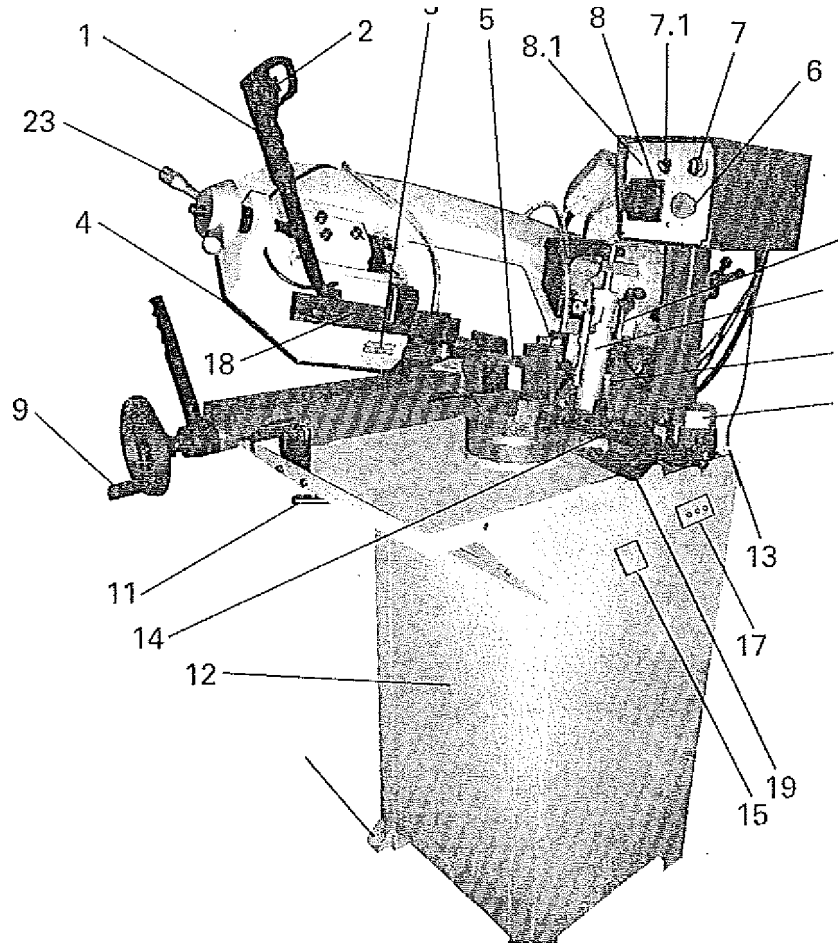

FIG. 1 — Componentes principales
La máquina lleva una placa de características (17, FIG. 1) con el modelo, el número de serie, la tensión y la potencia. Indique siempre estos datos al solicitar asistencia o repuestos.
Fije la máquina al suelo por los taladros de anclaje (16, FIG. 1) con tacos roscados adecuados.
Llene el depósito (13, FIG. 1) con una emulsión de agua y aceite soluble de corte, diluida según las indicaciones del fabricante del refrigerante (habitualmente en torno al 10 % de aceite). Compruebe que el caudal que llega a la zona de corte es suficiente para mantener la cinta lubricada.
- 1) Compruebe que la cinta gira en el sentido de la flecha (3, FIG. 1) y que los dientes están correctamente orientados.
- 2) Monte la barra de bloqueo (14, FIG. 1) en su alojamiento y bloquéela.